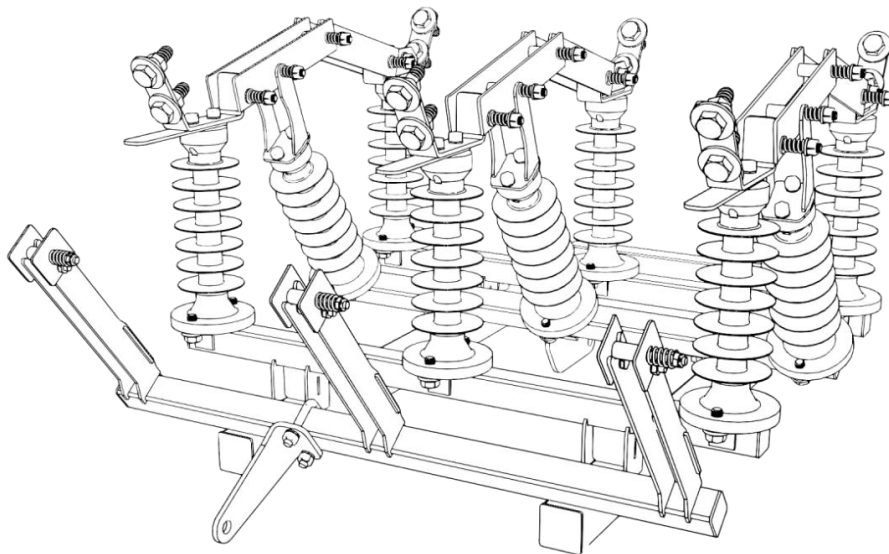

Рис.4 Заземляющий контур
4.5 Разъединитель может быть оснащён заземляющим контуром с одной стороны или с двух сторон аппарата. Каждый заземляющий контур состоит из неподвижных контактов заземления, закреплённых на неподвижных изоляторах соответствующей стороны и подвижных контактов заземления, соединённых с собственной тягой управления. В исполнении с двумя заземляющими контурами подвижные контакты заземления соединены с двумя тягами заземления. Рис.4.